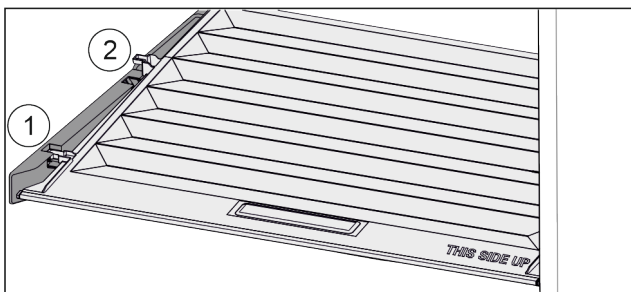

Fig. 27
- ▶ Кришку до отвору в деталях для підтримки потягнути вперед Fig. 27 (1).
- ▶ Підняти ззаду знизу та вийняти Fig. 27 (2) вгору.